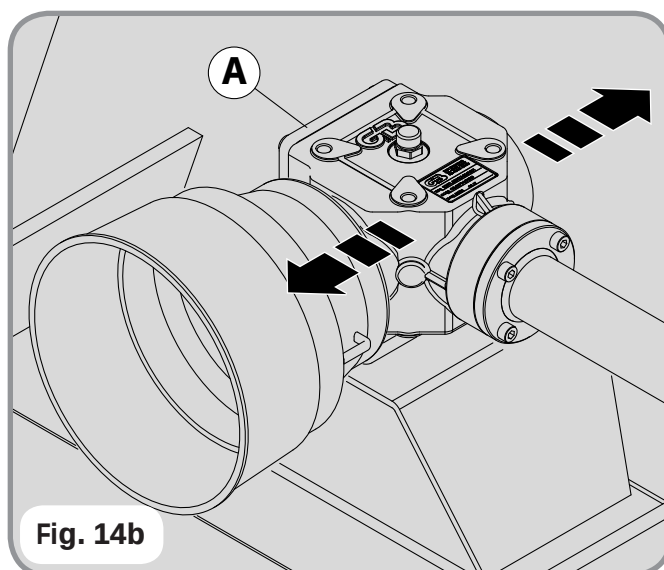

Fig. 14b
1- Unload the screws locking the gear box (**A**) (**fig. 14b**).
1- Allentare le viti che bloccano la scatola moltiplicatore (**A**) (**fig. 14b**).
- 1- Allentare le viti che bloccano la scatola moltiplicatore (A) (fig. 14b).